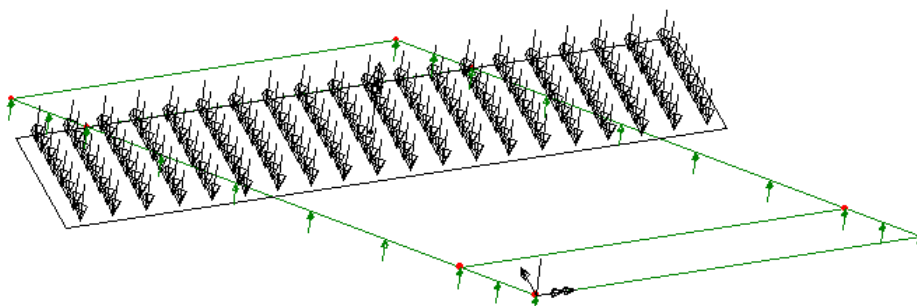

Fig. 37
- pe ecran este afișată structura cu încărcarea din cazul 2 (fig. 37)